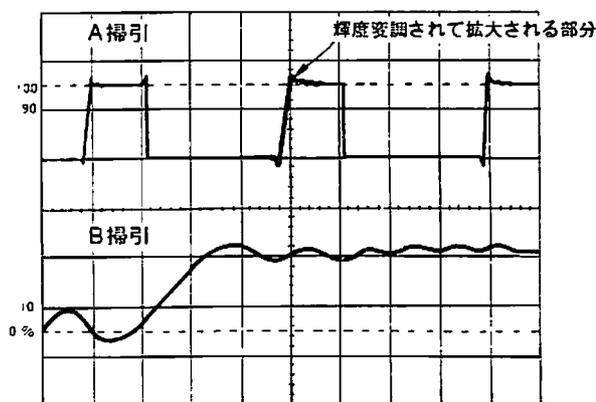

図9 ALT掃引
- 2) B TRIG' D/AFT. DLYをAFT. DLYに設定し、H. MODEをALTにします。拡大される部分が明るく輝度変調されます。図9では上の輝線が非拡大部分で、下の輝線が拡大波形です。